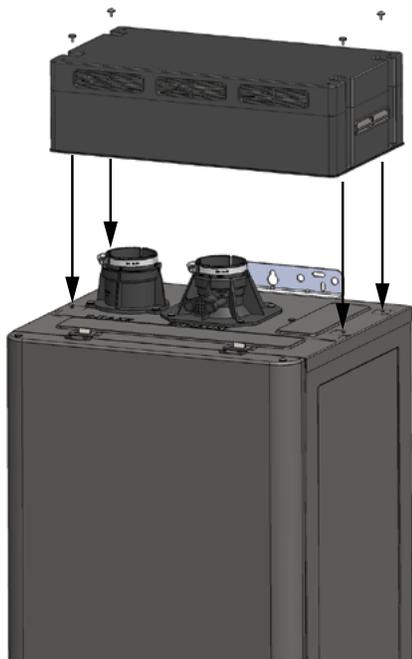

Figura 27 - Tapa de ventilación de exterior, fija con tornillos.
**2** Oriente la tapa de ventilación de exterior, como se muestra en la Figura 27.
**3** Fije la tapa de ventilación de exterior al calentador de agua en cada esquina con los tornillos que se retiraron anteriormente. Consulte la Figura 27.